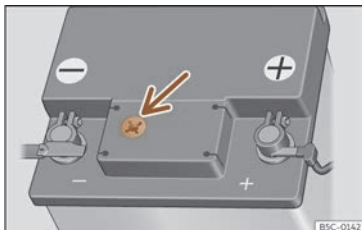

Fig. 207 Fereastră de vizitare în partea superioară a bateriei de 12 V (reprezentare schematică).
- Verificați afișajul color din geamul de vizitare de pe partea superioară a bateriei >>> **fig. 207**.